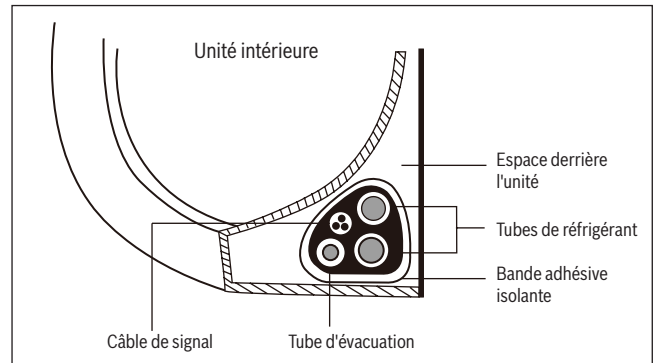

Fig. 17.
1. Rassembler le tuyau d'évacuation, les tuyaux de réfrigérant et le câble de communication en fonction de la **fig. 17**.
3. Utiliser de la bande adhésive isolante pour envelopper fermement ensemble le câble de communication, les tuyaux de liquide de refroidissement et le tuyau d'évacuation. Vérifier à nouveau que tous ces éléments sont rassemblés en faisceau selon la **fig. 17**.